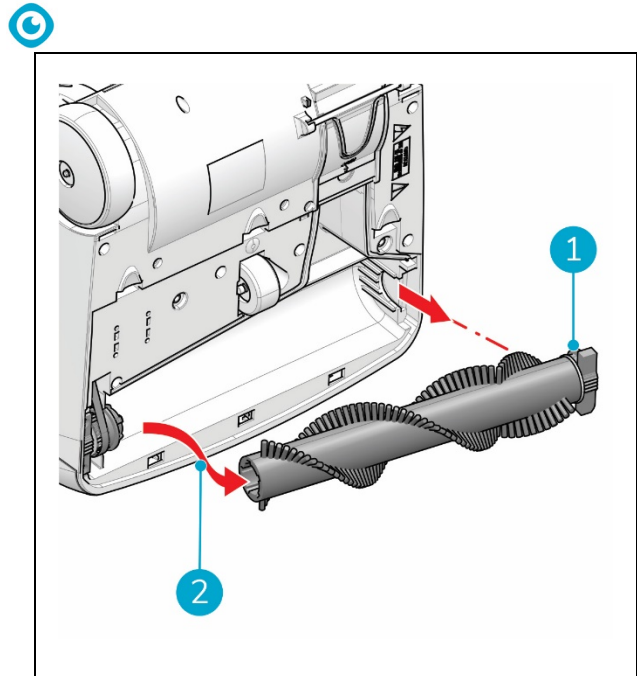

Figura 26
5. Extrae el cepillo giratorio de la empuñadura (Figura 26, pos. 1) y deslízalo hacia afuera como se indica en Figura 26, pos. 2.